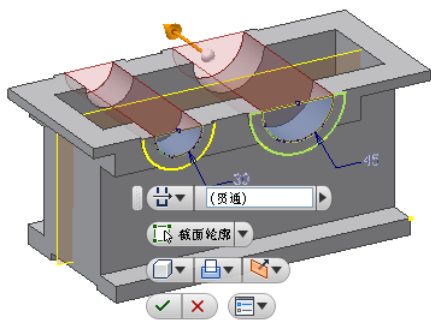
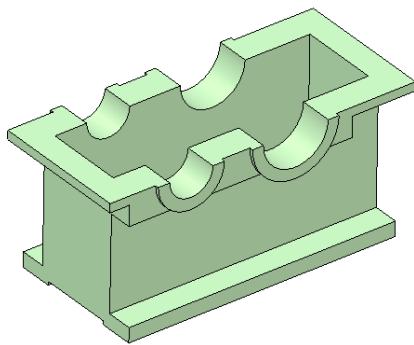

图 9-26 拉伸示意图
图 9-27 拉伸后的零件
⑨单击【草图】标签上的【完成草图】工具按钮 $\checkmark$, 退出草图环境; 单击【三维模型】标签栏【创建】面板上的【拉伸】工具按钮 --- , 打开【拉伸】对话框, 选择如图 9-26 拉伸示意图中所示的截面作为拉伸截面轮廓, 布尔方式设置为【求差】, 终止方式设置为【贯通】, 方向设置为【方向 2】。单击【确定】按钮完成拉伸, 此时的零件如图 9-27 所示。